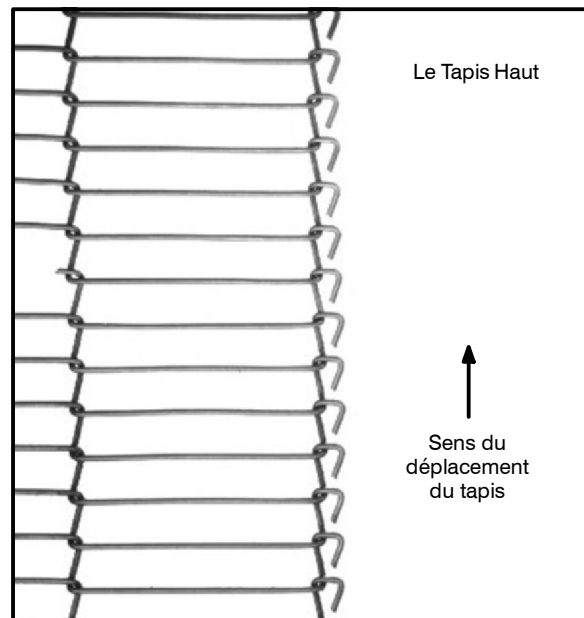
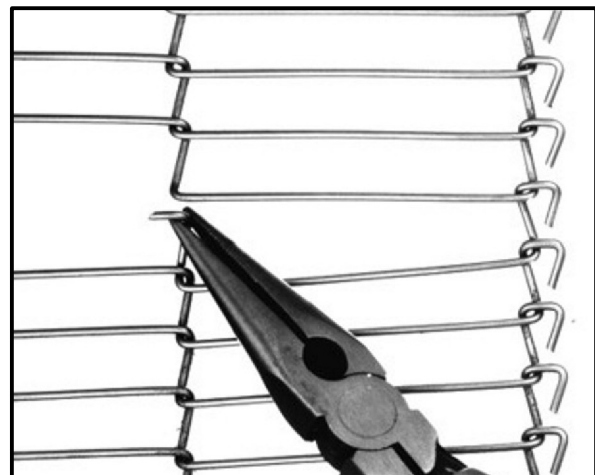

Figure 7
Figure 13
4. Installez la bande transporteuse comme illustré. Voir les Figure 7 à Figure 13.